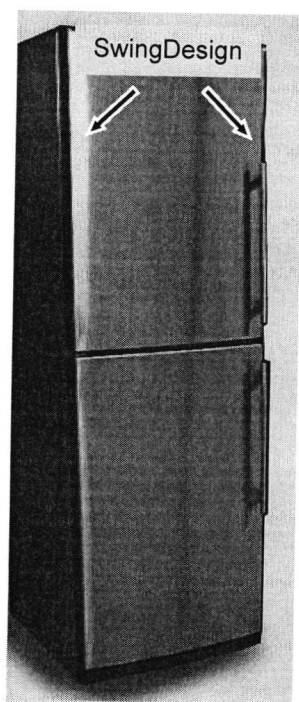

Fig. 7
- Exemple de produit avec SwingDesign, voir Fig. 7.